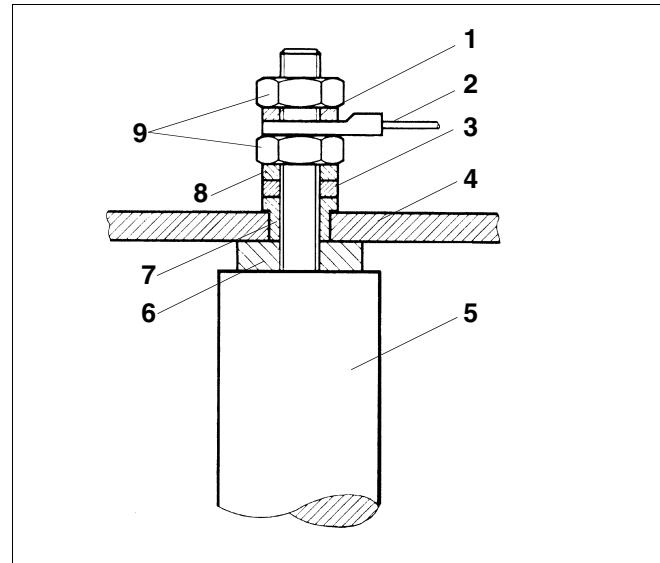

Рис. 4 Резьбовая цапфа M8 с контргайкой
Применяется на TBS-Isocal ST / SE / SF / TT / LT / L / S 150 - 300 / SU 300 (рис. 4).
- Отсоединить кабель заземления от магниевого анода (рис. 4, поз. 2).
- Снять крышку люка вместе с анодом (рис. 4, поз. 4).
Проверьте изолирующую втулку и уплотнение (рис. 4, поз. 6 и 7).
Экспликация к рис. 4: резьбовая цапфа M8 с контргайкой